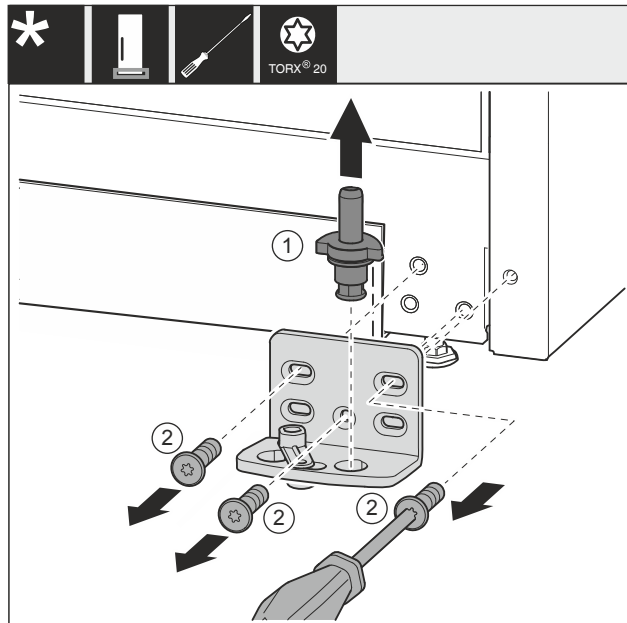

Fig. 33 \*
- ▶ Ložiskový čep Fig. 33 (1) celý vytáhněte nahoru.\*
- ▶ Šroubovákem vyšroubujte šrouby Fig. 33 (2) a sejměte stojan ložiska.\*